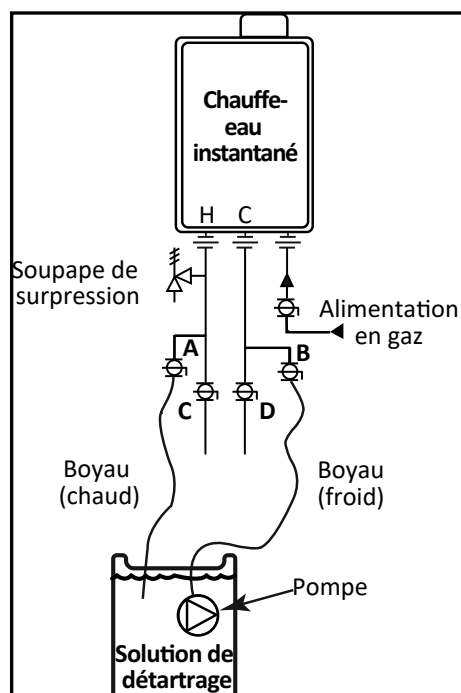

Figure 27 Détartrage du chauffe-eau
- Ensemble de robinets d'isolation, installés aux raccords d'entrée d'eau froide et de sortie d'eau chaude, voir Figure 27.